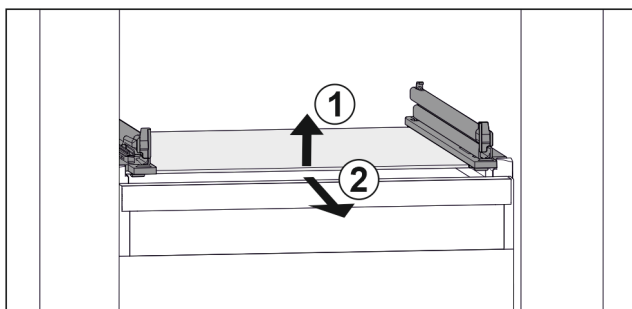

Fig. 45 Przykładowa prezentacja płyty szklanej
- ▶ Unieść płytę szklaną z przodu. Fig. 45 (1)
- ▶ Wyjąć płytę szklaną do przodu. Fig. 45 (2)